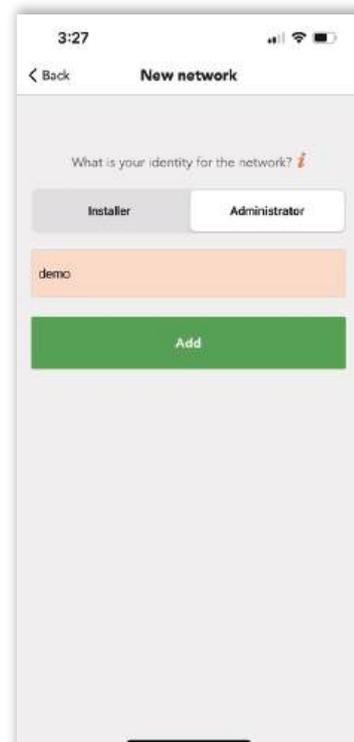

Abbildung 3.4 Netzwerk hinzufügen
3. Wählen Sie Identität und "Hinzufügen". (siehe Abbildung 3.4).